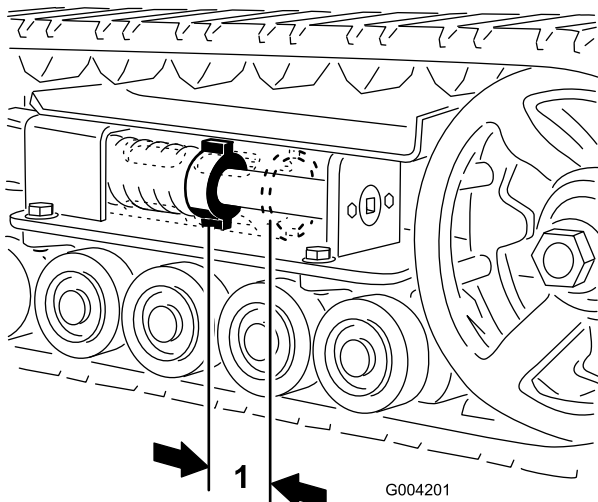

Bild 44
Der Abstand zwischen der Spannungsmutter und der Rückseite des Spannungsrohrs sollte 7 cm sein (Bild 44). Stellen Sie ansonsten die Kettenspannung wie folgt ein:
- Drehen Sie die Spannschraube mit einem Sechskantschlüssel (1/2") nach links, bis der Abstand zwischen der Spannmutter und der Rückseite des Spannungsrohrs 7 cm beträgt (Bild 44).
11. Drehen Sie die Spannschraube nach rechts, bis der Abstand zwischen der Spannmutter und der Rückseite des Spannungsrohrs 7 cm beträgt (Bild 44).
17. Drehen Sie die Spannschraube nach rechts, bis der Abstand zwischen der Spannmutter und der Rückseite des Spannungsrohrs 7 cm beträgt (Bild 44).